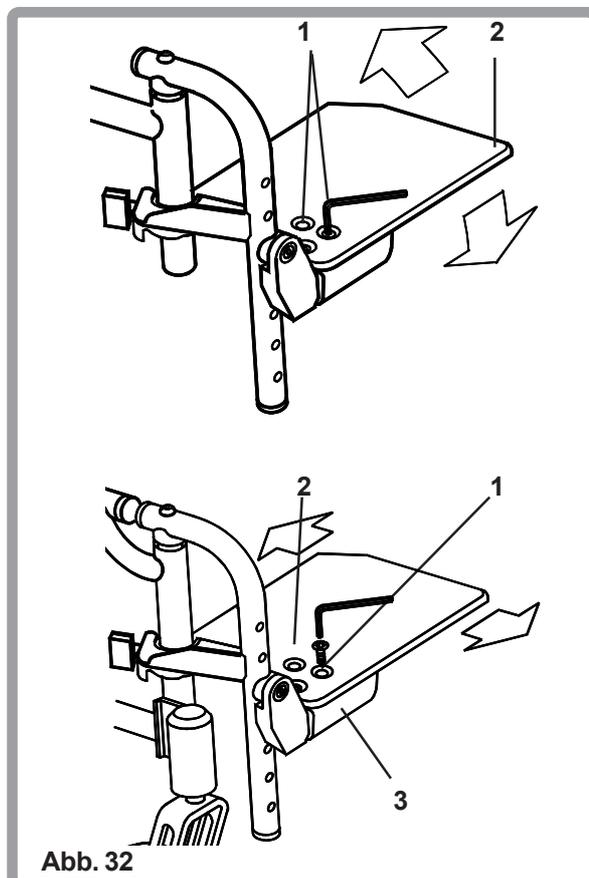

Abb. 32
Um den Winkel der Fussauflage (2) zu verstellen, lösen Sie die Schrauben (1). Nun stellen Sie den gewünschten Winkel ein und ziehen die Schrauben wieder fest (Abb. 32).